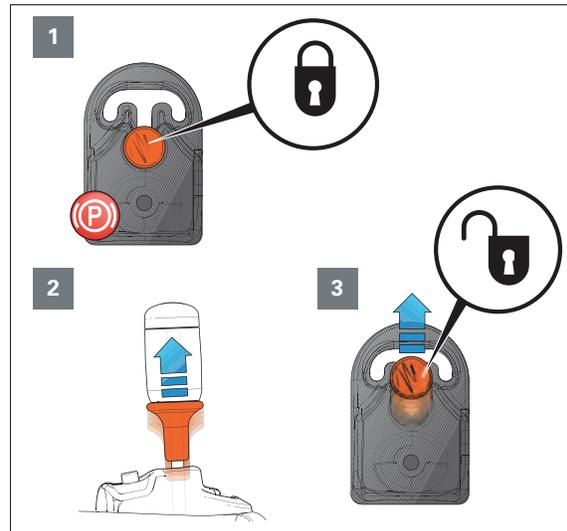

Fig. 6.
**IMPORTANTE:** Para que el ParkLock se desacople tras el arranque del motor, el control electrónico debe registrar el paso del mando desde la posición acoplada a la posición desacoplada (candado cerrado hasta la posición de candado abierto) fig. 6.